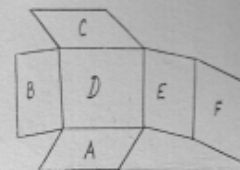

Рис.4
5. Какой буквой обозначена плоскость, на которой выполняется главный вид детали? (рис.4)